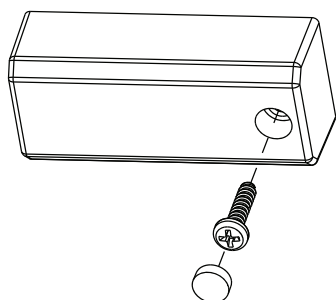

FIGURE 3
- 3.) The cable has two ends, one free and the other with a Latch Hook. Secure the free side through the pin end of the Locking Terminator. (**Fig. 3**)
3. Secure the c-Max™ node in place by fastening the included M3 button head screw with a Hex (Allen) key (not included). Once the screw is secured, cover it with the included silicone cap (see **Fig. 3** - drawing for illustration only, actual screw may look different.)
- 3.) Mettre le chemin lumineux encastré dans la barre en T. S'assurer que le chemin lumineux encastré est attaché au plafond. (**Fig. 3**)
- 3.) Le câble a deux bouts, l'un libre et l'autre avec un crochet de verrouillage. Fixez le bout libre à travers le bout à broche de la terminaison de verrouillage. (**Fig. 3**)